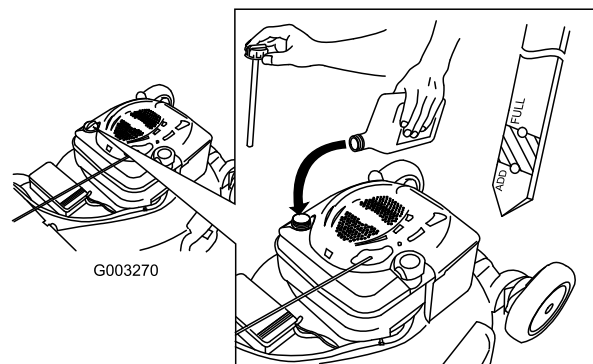

Bild 6
1. Ziehen Sie den Peilstab heraus (Bild 6).
2. Füllen Sie das Öl **langsam** in den Einfüllstutzen ein, um den Ölstand auf die Marke Voll am Peilstab anzuheben. Bild 6 **Füllen Sie nicht zu viel ein.** (Max. Füllstand: 0,59 l des Typs: Waschaktives SAE 30-Öl mit der Klassifizierung SF, SG, SH, SJ, SL oder höher durch das American Petroleum Institute (API).)